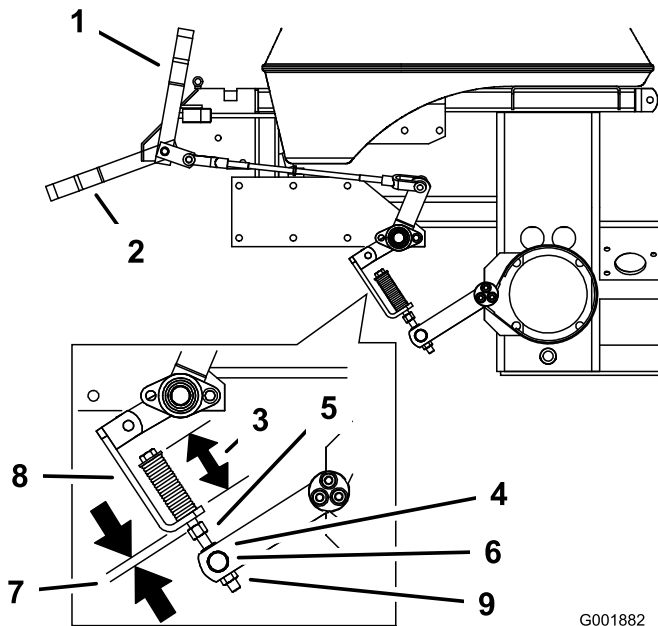

Figura 62
2. Mida la longitud del muelle. La medida debe ser de 70 mm (2-3/4 pulg.) entre las arandelas (Figura 62).
3. Si es necesario un ajuste, afloje la contratuerca que está debajo del muelle y apriete la tuerca que está justo por debajo de la horquilla (Figura 62). Gire la tuerca hasta obtener la medida correcta. Apriete las dos tuercas juntas y repita en el otro lado de la unidad.
6. Mida la distancia entre el soporte del muelle y la tuerca de ajuste que está debajo del soporte del muelle. La medida debe ser de 5–8 mm (1/4–5/16 pulg.) (Figura 62).
7. Si es necesario un ajuste, afloje la contratuerca que está justo por encima del eje-rodillo. Gire la contratuerca que está debajo del eje-rodillo hasta obtener la medida correcta (Figura 62).
8. Apriete la contratuerca que está justo por encima del eje-rodillo (Figura 62).